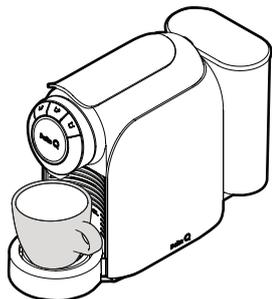

Fig. 12: Colocar una taza de capacidad superior a 180cc.
- Coloque una taza de té (con capacidad superior a 180cc) sobre la bandeja para soporte de tazas y debajo de la boquilla de extracción (ver **Fig. 12**). En caso de que la taza sea más alta que la distancia entre la bandeja y la boquilla de extracción, baje la bandeja para apoyar las tazas y coloque la taza en la bandeja y por debajo de la boquilla de extracción (ver **Fig. 13**).